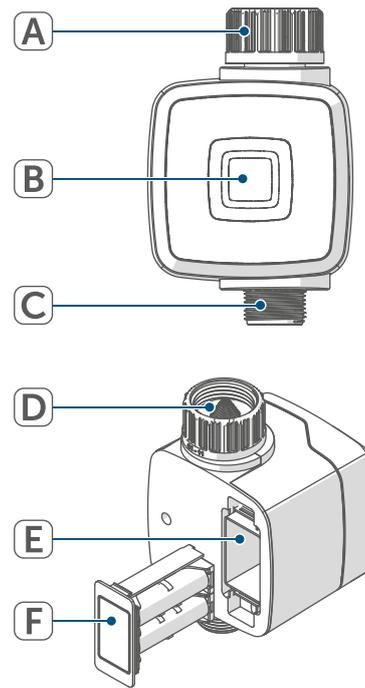

Figure 2
- Maintenez la touche système enfoncée pendant 4 secondes (*Fig. 2*) et insérez la pile en même temps. Veillez à respecter le marquage de la polarité.